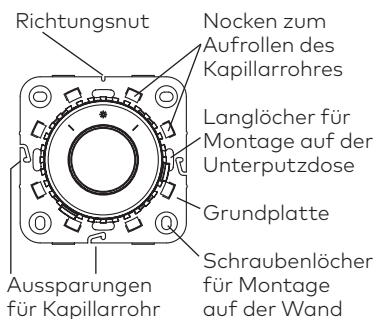

Abb. 3
Handradkappe drehen, bis Markierungskerbe der Anschlussmutter mit der oberen oder unteren Zierkerbe der Handradkappe übereinstimmt (Abb. 3).
Bei eventueller Demontage des Thermostat-Kopfes Handrad drehen, bis Markierungskerbe der Anschlussmutter mit der oberen oder unteren Zierkerbe der Handradkappe übereinstimmt (Abb. 3).
Achtung: Bei der Montage auf ebener Wand ist darauf zu achten, dass das Kapillarrohr durch eine der vorhandenen Aussparungen nach außen verlegt wird (Abb. 3).
Kapillarrohr mit Thermostat-Geber herausnehmen (Abb. 3).
Anschließend ist der rote Sparclip in die Nut **rechts** neben Merzkahl 3 (20) einzusetzen (Abb. 3), vorzuschieben und danach mit dem Daumen bis zum Anschlag **zurückzuziehen**.
Hierzu roten Sparclip mit dem Daumen bis zum Anschlag zurückziehen (Abb. 1), anheben und herausnehmen (Abb. 2). Der Thermostat-Kopf wird danach auf die gewünschte Temperatur eingestellt, z.B. Merzkahl 3 (20) $\approx 20^{\circ}\text{C}$. Anschließend ist der rote Sparclip in die Nut **rechts** neben Merzkahl 3 (20) einzusetzen (Abb. 3) und bis zum Anschlag **vorzu-**